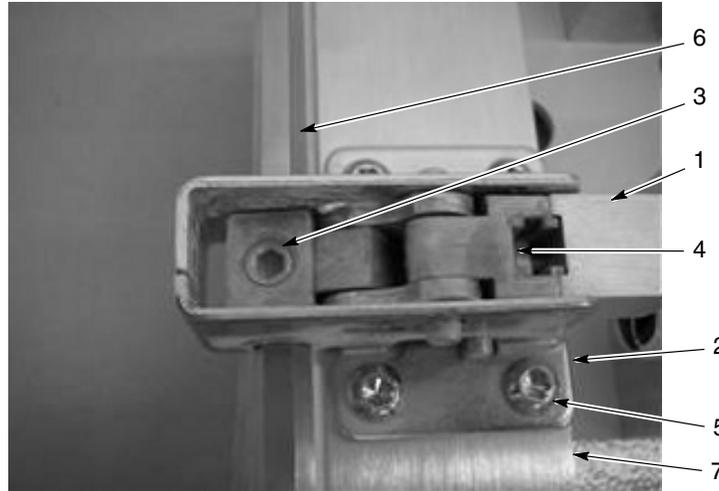

Figura 8-2 Sustitución de enganches
3. Ver la figura 8-2. Apretar la horquilla del cilindro y extraer el eje del cilindro de la posición extendida para extender los enganches y proporcionar acceso a los tornillos de ajuste del enganche (3).